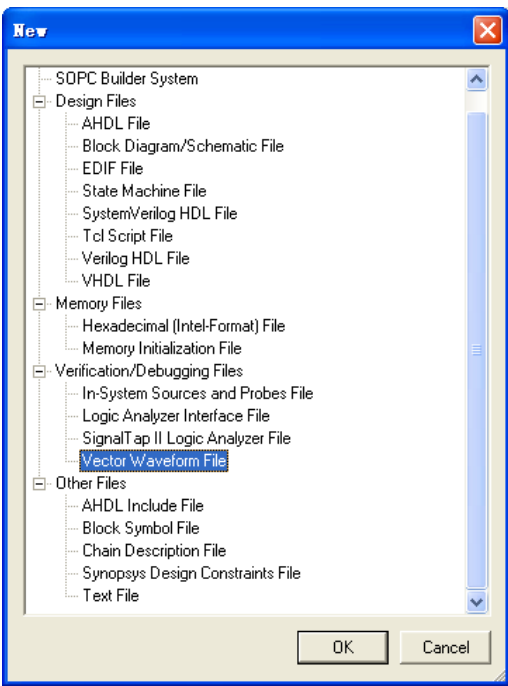

图 3-18 创建波形文件
13. 功能仿真。它是为了检查设计是否在理论上达到预期功能，该仿真不考虑期间实际物理特性。首先创建仿真输入波形文件。仿真时需要为顶层实体的输入管脚提供激励信号，在 Quartus 软件中可以通过波形文件方便的输入。点击菜单项 File->New->Vector Waveform File，如图 3-18 所示。